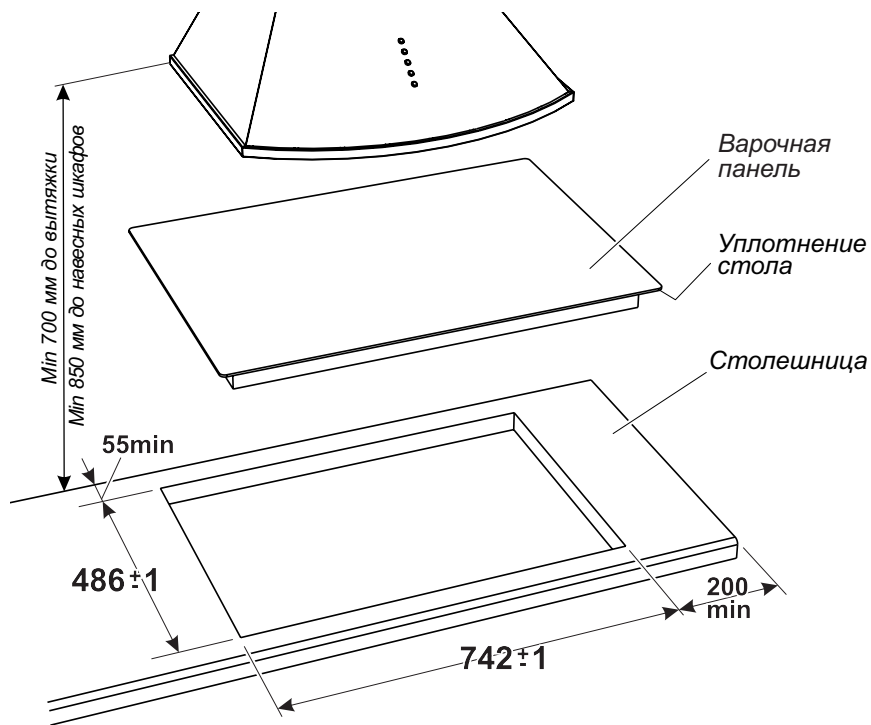

Рис. 18
1. Точно разметить на столешнице контур проема под варочную панель (рис. 18). Толщина столешницы - минимальная 30 мм, максимальная 50 мм.